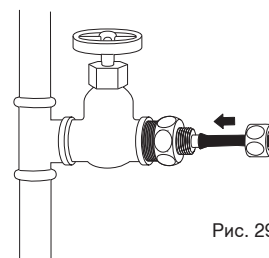

Рис. 29
9. Наденьте красный шланг на штуцер, затяните гайку с помощью гаечного ключа (рис. 29). Убедитесь, что все соединения не протекают.